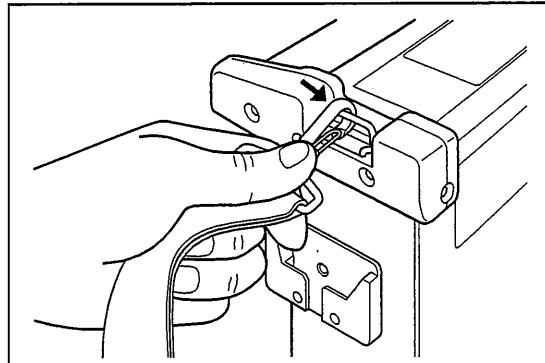

図 3.22
1. 肩ベルトのフックレバーを押しながら MX R 本体のベルト受け金具にフックを引っ掛けます（図 3.22 参照）。